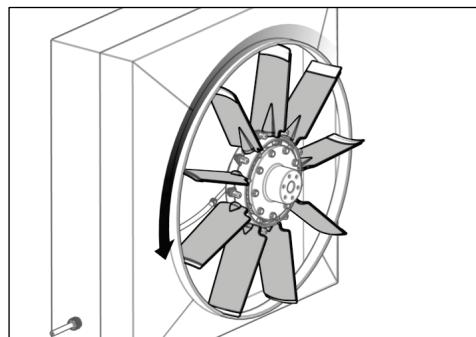

Fig. 34
- 29)** Drej ventilatoren manuelt (se Fig. 34).